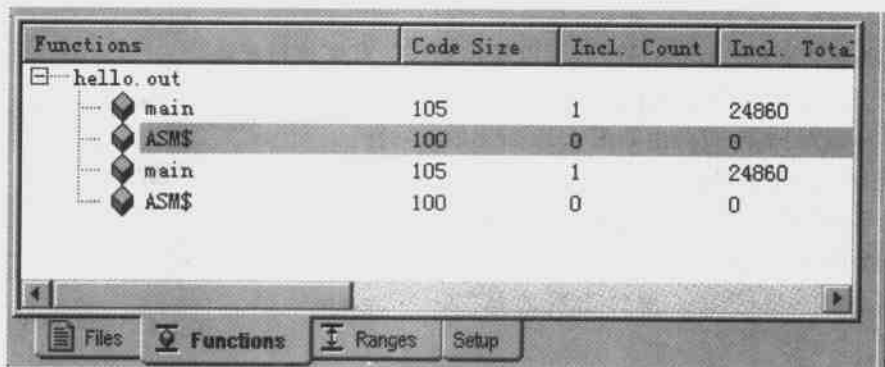

图 4.19 Functions 窗口剖析的函数
(4) 单击 Functions 标签, 在 Functions 窗口中显示了剖析的函数。在 hello.out 程序中只有 main 函数, 而该程序把嵌入的汇编代码也作为一个函数进行剖析, 如图 4.19 所示。